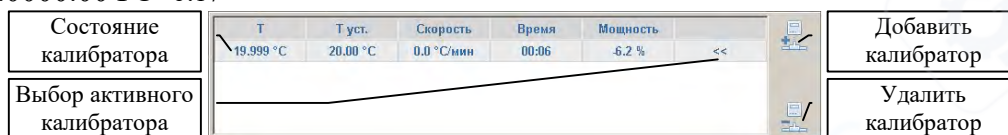

Рис. 12
4.4.4 Программа позволяет работать одновременно с несколькими калибраторами. Область программы, позволяющая управлять списком калибраторов, показана на рис. 12.